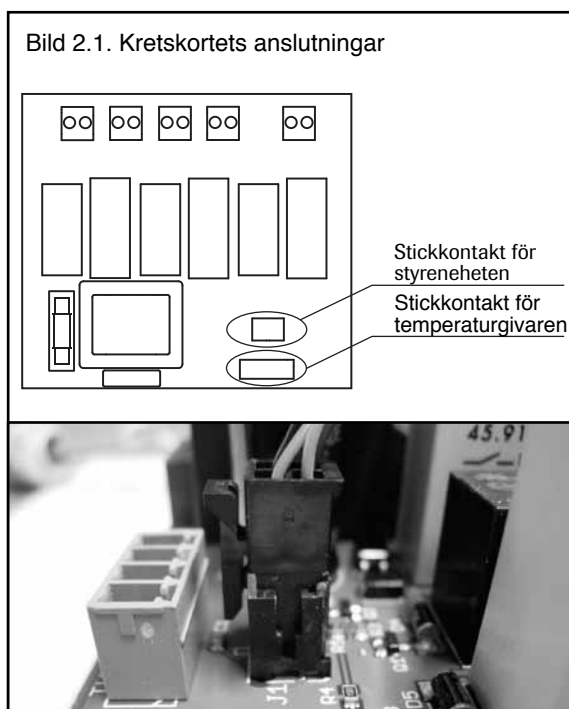

Bild 2.1. Kretskortets anslutningar
- Koppla givaren till kretskortet på det område som bild 2.1 visar.